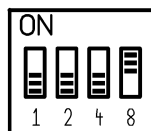

Abb. 3: Einstellung der Bus-Terminierung und Auswahl Türmodul-Betrieb
**Anm.:** Falls mehrere Geräte am Bus betrieben werden und sich das JAB0410 am Ende des SA-Bus befindet, sollten Sie den End-of-Line-Schalter zur Bustermiierung setzen (siehe auch Abb. 3).
Mit dem 4-fach Dipschalter (Abb. 3) wird ausgewählt, ob ein Türmodul am Hutschienenmodul betrieben werden soll. Außerdem kann damit der SA-Bus terminiert werden. Die gültigen einstellbaren Werte sind in der Tabelle 5 dargestellt.
Falls mehrere Geräte am SA-Bus betrieben werden und sich das JAB0410 **am Ende des Busses** befindet, sollten Sie den Bus durch das Setzen des End-of-Line-(EOL-)Schalters terminieren. Dabei werden Abschlusswiderstände auf den Bus geschaltet, die Reflexionen am Leitungsende verhindern. Die ab Werk voreingestellte Position ist OFF (nicht terminiert), wie in Abb. 3 dargestellt. Falls Sie das JAB0410 Modul terminieren, dann bringen Sie **alle drei** EOL-Schalter in die ON-Position.
**Wichtig:** Entweder alle Schalter 1 ... 3 befinden sich in der ON-Position oder keiner. Siehe Abb. 3.